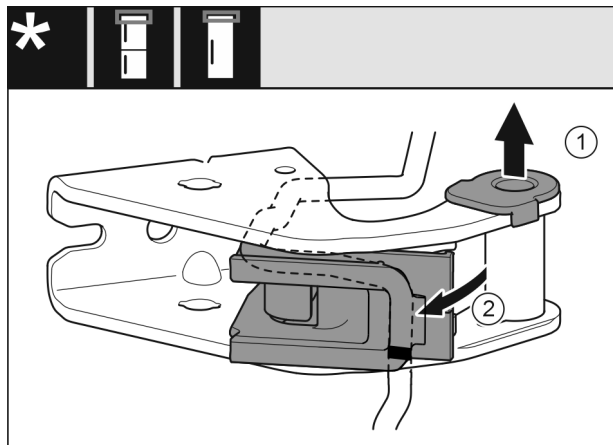

Fig. 27
- Lagerbus Fig. 27 (1) uit de geleiding trekken.
- Kabelhouder Fig. 27 (2) er uit draaien.